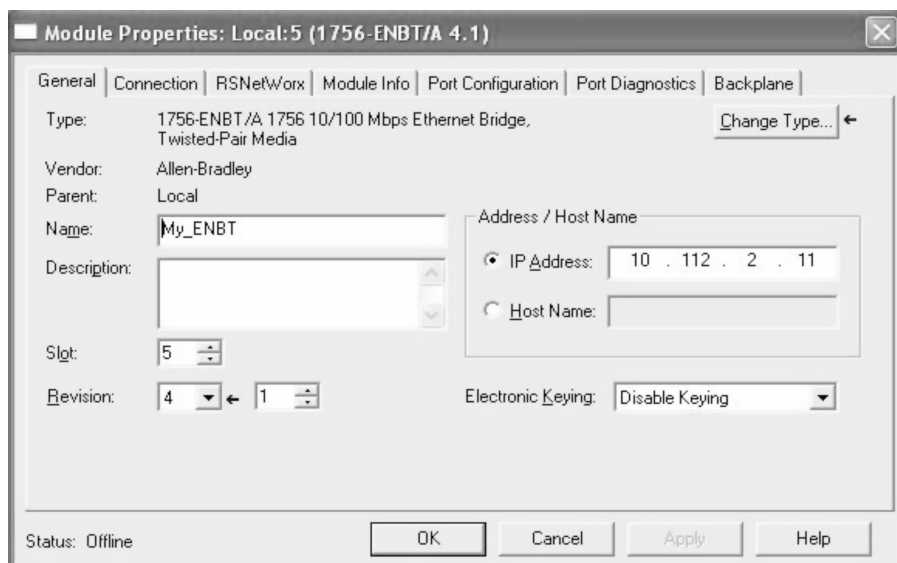

图 25-6 配置通信模块
6. 输入 ENBT 的信息。输入 ENBT 数据，如图 25-6 所示。